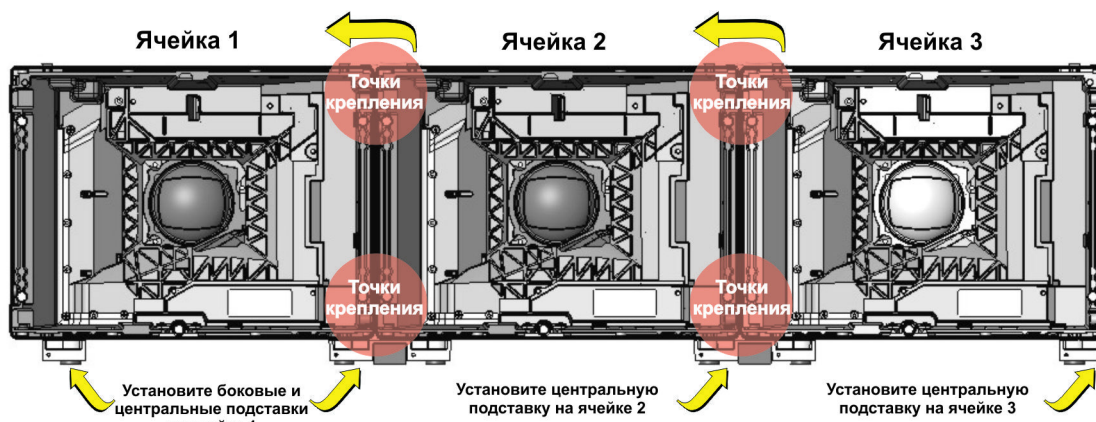

Рис. 2-6 Сборка первого ряда ячеек MicroTiles
8. Рукой завинтите винт горизонтальной регулировки (Рис. 2-6) в крепежное отверстие между первыми 2 ячейками (Рис. 2-6). НЕ ЗАТЯГИВАЙТЕ винты полностью в этот момент, оставив возможность настройки. **ПРИМЕЧАНИЕ.** Винты горизонтальной регулировки являются дополнительными принадлежностями и помогают точно настроить зазоры между ячейками.